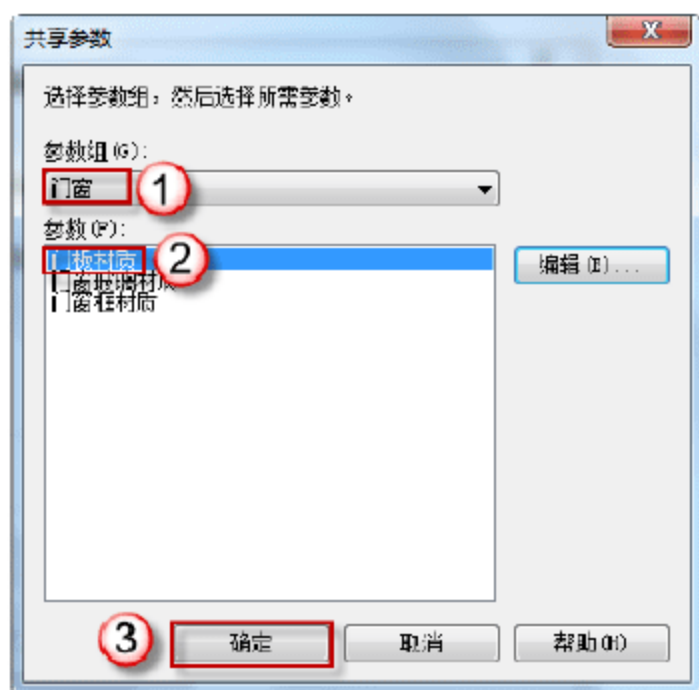

图 6.1.63 添加门板材质
(17) 添加门板材质。选择“项目浏览器”中的“视图”→“三维视图”→“{3D}”选项,可以进入双开门 M2030 的 3D 视图,选择门板,在门板的“属性”面板中,单击“材质和装饰”栏“材质”右侧的空白按钮,弹出“关联族参数”对话框,单击“添加参数(D)”按钮,弹出“参数属性”对话框,选中“共享参数”单选按钮,单击“确定”按钮,弹出“共享参数”对话框,在“参数组(G)”下拉列表中选择“门窗”选项,在“参数(P)”列表框中选择“门板材质”选项,单击“确定”按钮,如图 6.1.63 所示。重复上述操作对另一块门板进行“拉伸起终点”和材“质编辑”的调整。